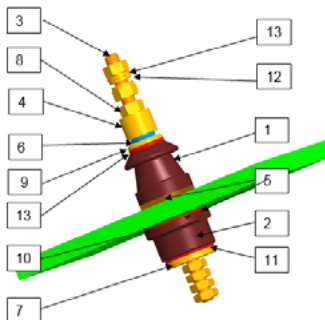

Abbildung 3
- Die Schraube (3) mit angelöteter unterer Unterlegscheibe (7) muss wie in Bild 1 dargestellt (die untere Isolierung (2) ist mit der Schraube verbunden), durch das Loch am Behälter montiert werden. Wenn die Isolatordurchführung der Lösung "B" entspricht, muss die Bolzenplatte Y in das Plattengehäuse X eingesetzt werden (Abbildung 3).
- Zusammenbau der Komponenten: (5), (1), (10), (6), (9),(4), (8) und sobald die Isolatordurchführung mit Öl gefüllt ist, muss die Luft im Inneren entfernt werden, indem die Mutter (8) abgeschraubt wird, und schließlich muss das Nennrehmoment auf die obere Mutter aufgebracht werden (siehe Tabelle 18).